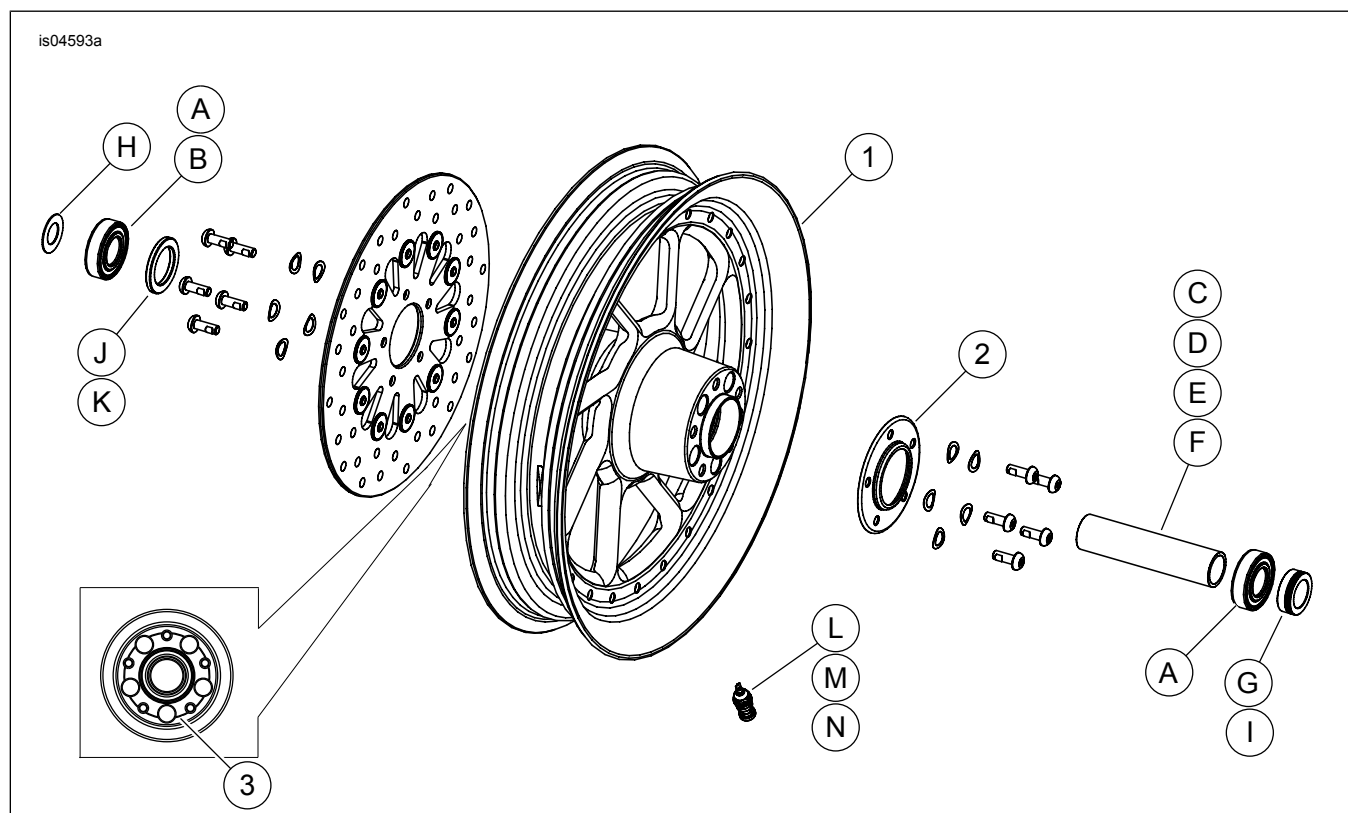

Figura 2. Parti di ricambio: Ruota anteriore Road Winder (è mostrata la ruota da 16 pollici)
2. Vedere Figura 2. Montare sulla ruota il gruppo dello stelo della valvola (L, M o N). Vedere PNEUMATICI nel manuale di manutenzione.